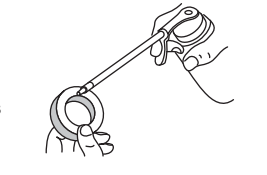

Fig. 22
4. Appliquez une quantité suffisante d'huile moteur propre SAE 30 pour enduire légèrement le filtre (Fig. 22).